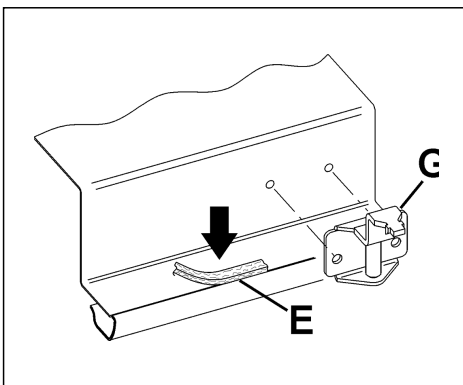

ABB. 4
- Die Befestigungshaken "G" aus der Verpackung nehmen und sie gemäß dem Schema in Abb. 4 montieren.
- Die Dichtung "E" (Abb. 4) korrekt unter der Kante der Platte positionieren, und zwar so, dass die Außenseite der Dichtung perfekt auf dem Rahmen der Platte aufliegt. Die Enden der Streifen müssen aufeinander treffen ohne sich zu überlappen.